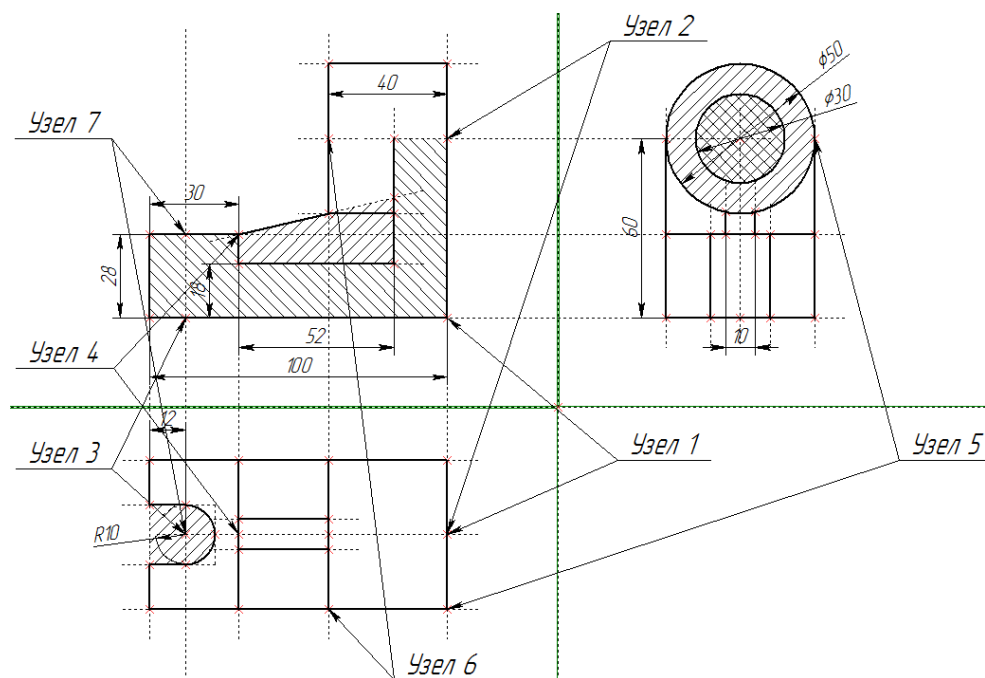

Рисунок 3.10 – 3D узлы
3) Создайте 3D Узлы (рисунок 3.10) «Чертеж / 3D Узел»  3D Узел.